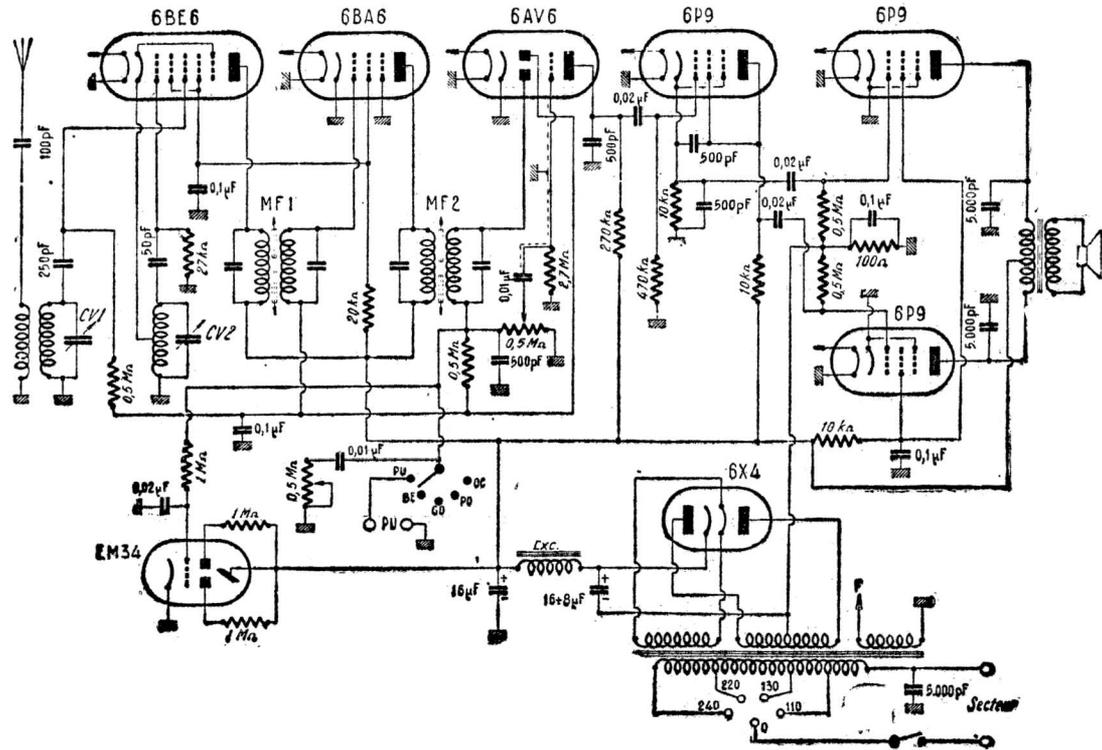

Figure 1
**Composition :** Le CR 528 est un superhétérodyne comportant une 6BE6 héptode montée en oscillatrice-modulatrice, une 6BA6 pentode, en moyenne fréquence, une 6AV6 double-diode-triode montée en détectrice, CAV et première BF, une 6P9 pentode montée en triode, déphaseuse cathodyne et enfin deux 6P9 pentodes push-pull finales. (Fig. 1.)